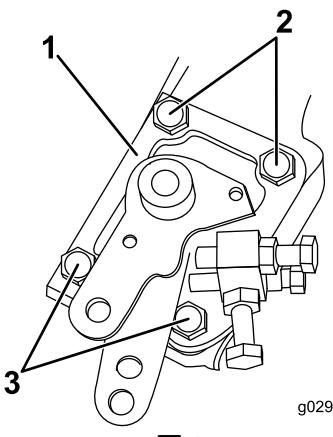

図 9
1. 既存の速度コントロールプレートをエンジンに固定しているボルト4本とワッシャ2枚を外す図9。
- 速度コントロールプレートを取り付ける; ボルト4本とワッシャ2枚を使う 図 9 を参照。
- 注** ワッシャとボルトの関係が 図 9 のようになるようにしてください。